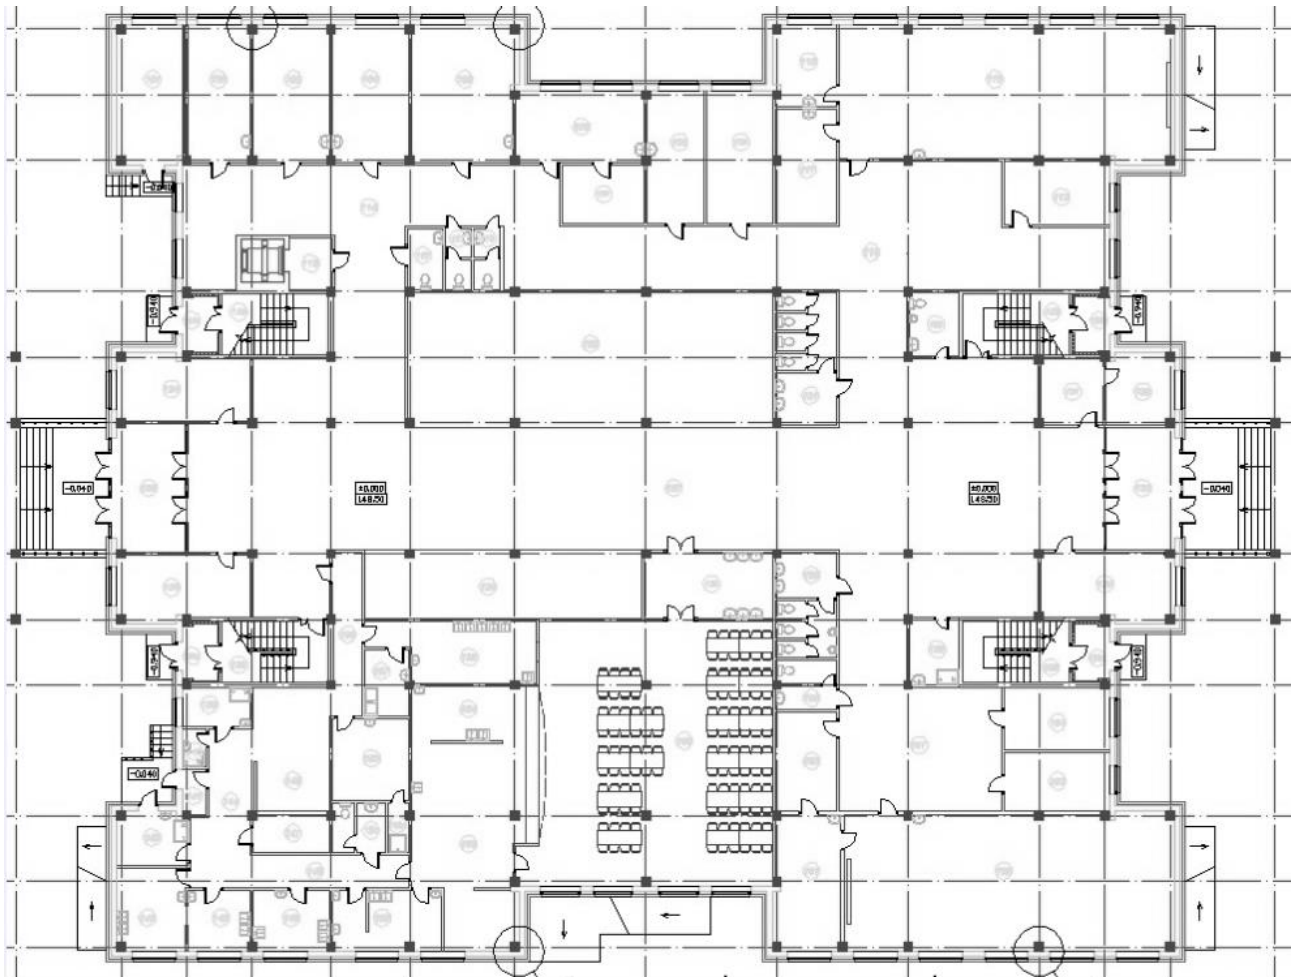

Рисунок 3.2 – План будови
1. Завантажити файл-підкладку будови (рис. 3.2).